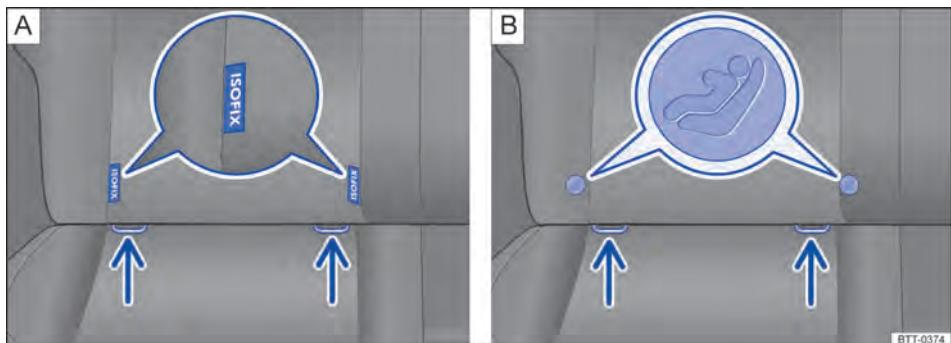

Fig. 67 No banco do veículo: variantes de identificação dos pontos de ancoragem inferiores para cadeiras de criança.
- Encaixar a cadeira de criança nos olhais de retenção ⇒ Fig. 67 no sentido da seta. A cadeira de criança deve engatar de forma segura e audível.
- Colocar a cadeira de criança sobre a superfície do banco e prender os ganchos dos cintos de fixação nos olhais de retenção ⇒ Fig. 67.